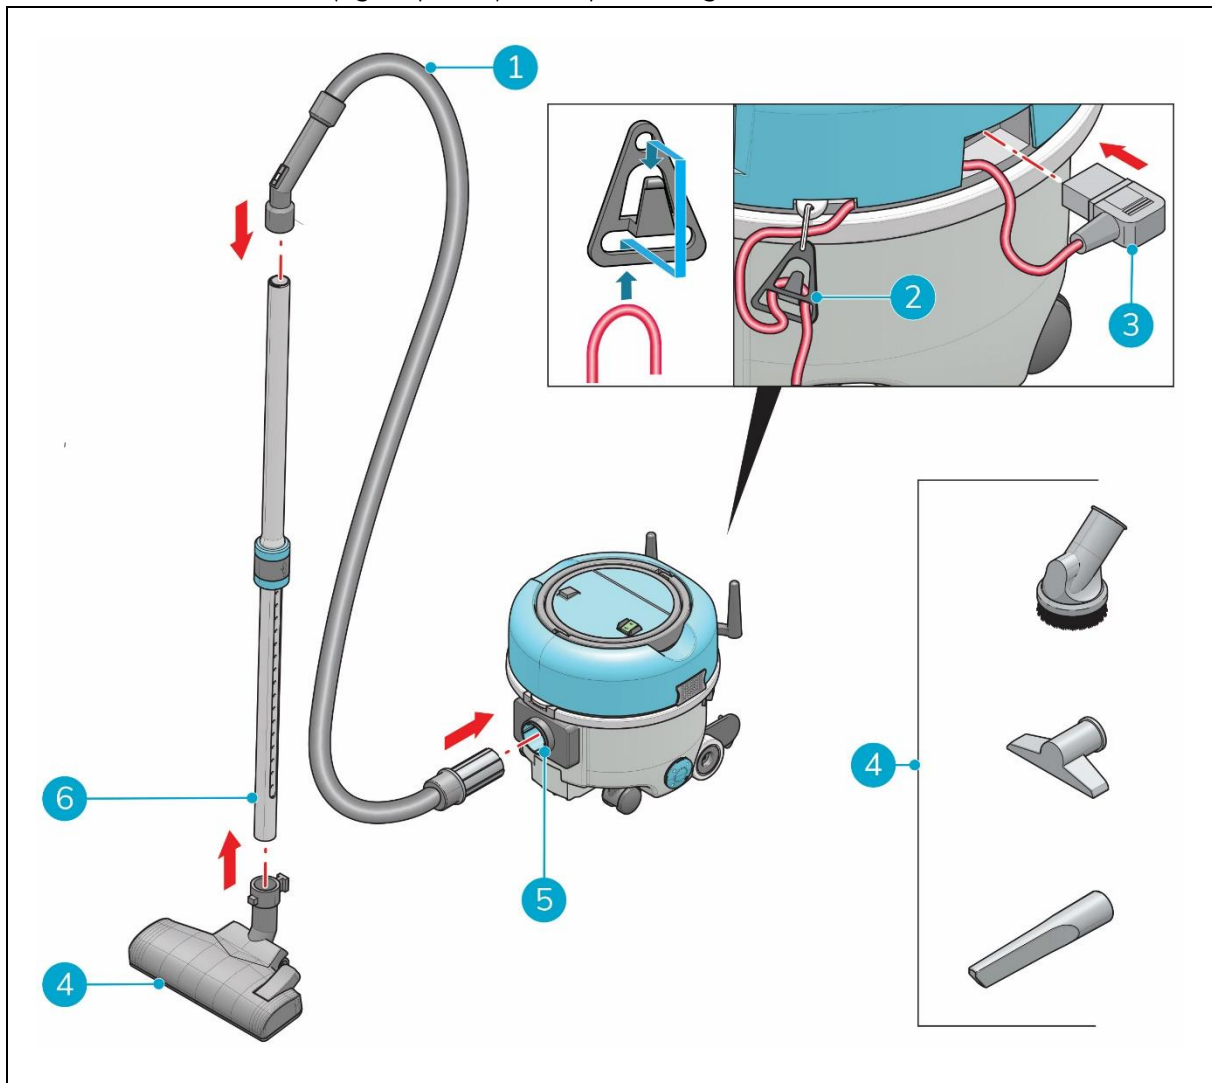

Figure 8
1. Placez le câble d'alimentation dans le réducteur de tension (fig. 8, pos. 2) à une longueur de câble d'environ 10 à 12 centimètres de la machine.
2. Insérez la fiche du câble d'alimentation (fig. 8, pos. 3) dans la fente.
3. Insérez le tuyau (fig. 8, pos. 1) dans le raccord du tuyau (fig. 8, pos. 5).
5. Insérez le tuyau dans le manche (fig. 8, pos. 6).
6. Fixez l'outil souhaité (fig. 8, pos. 4) sur la partie large du manche.